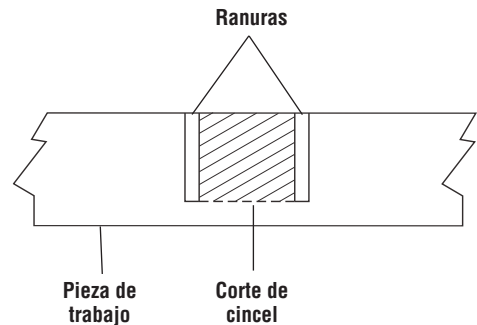

Figura 37. Ranura cortada de modo basto
6. Use un cincel para madera o haga múltiples pasadas deslizando la madera hacia un lado para quitar el material que está entre las ranuras exteriores (Figura 37).